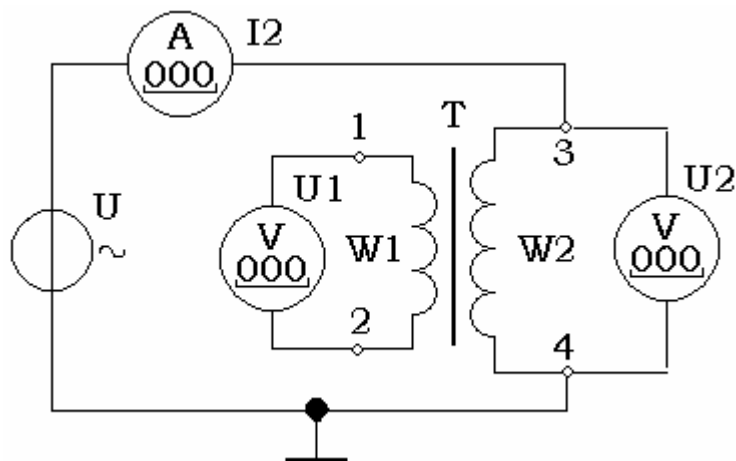

Рис. 11 - Определение индуктивности вторичной обмотки
3. Определите индуктивность вторичной обмотки трансформатора  $L_2$  (зажимы 3 – 4). Для этого установите напряжение источника  $U$  равным напряжению вторичной обмотки  $U_2$ , полученному в п. 1. Подключите источник напряжения к вторичной обмотке трансформатора, как показано на рис. 11. Измерьте и запишите напряжения на первичной  $U_1$  и вторичной  $U_2$  обмотках трансформатора и ток  $I_2$  вторичной обмотки. Определите индуктивность  $L_2$ .